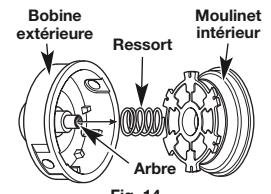

Fig. 14
- Sortez le moulinet intérieur de la bobine extérieure (Fig. 14).
- Sortez le ressort du moulinet intérieur (Fig. 14).